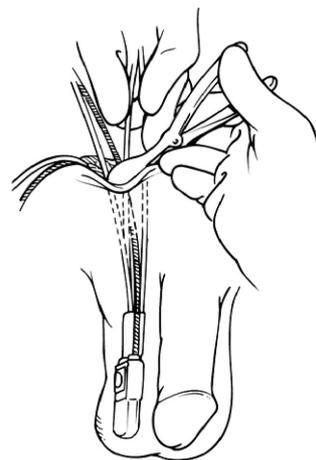

Abbildung 4-11. Pumpe im Raum platzieren
19. Pumpe mit Deaktivierungsknopf nach außen so im Skrotalfach platzieren, dass sie spürbar ist (**Abbildung 4-11**).